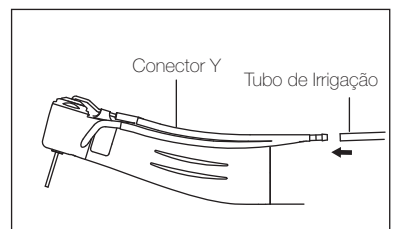

Fig. 5
- 2) Una firmemente o tubo de irrigação ao conector Y. (Fig. 5)